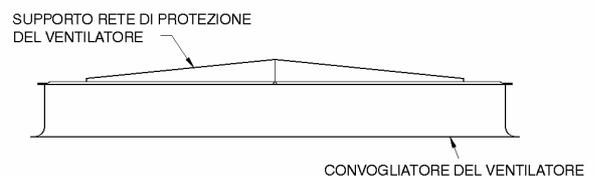

Figura 18 – Installazione del supporto
1. Posizionare il supporto attraverso la parte superiore del convogliatore in uscita (Vedi Figura 18).